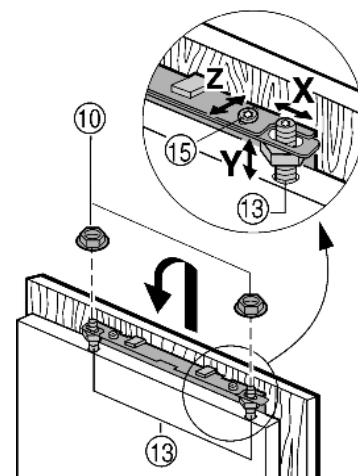

Fig. 15
- Навесьте мебельную дверцу на регулировочные болты Fig. 15 (13) и контргайки Fig. 15 (10) накрутите на регулировочные болты, не затягивая.
- Выравнивание мебельной двери по высоте Y и боковому наклону: с помощью отвертки установите положение регулировочными болтами Fig. 15 (13).
- Затяните контргайки Fig. 15 (10).